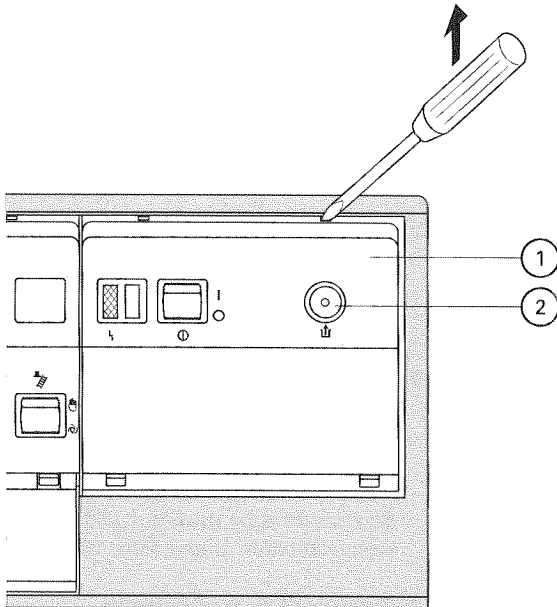
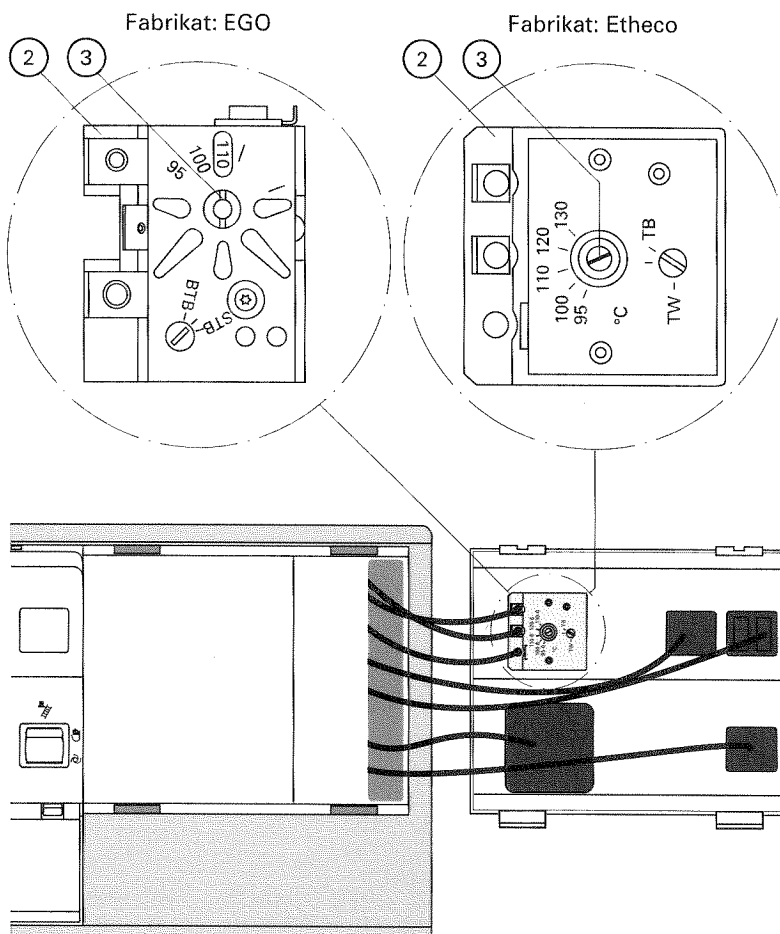

Abb. 15
Abb. 16
2. Rechte Frontplatte ① nach vorn ausrasten (Abb. 15) und seitlich klappen.
3. Frontplatte ① mit Sicherheitstemperaturbegrenzer ② so drehen, daß die Rückseite des Sicherheitstemperaturbegrenzers zugänglich ist.
4. Schlitzschraube ③ des Sicherheitstemperaturbegrenzers ② (Abb. 16) drehen, bis der Schlitz auf „100 °C“ zeigt (ein Zurückstellen ist **nicht** mehr möglich).